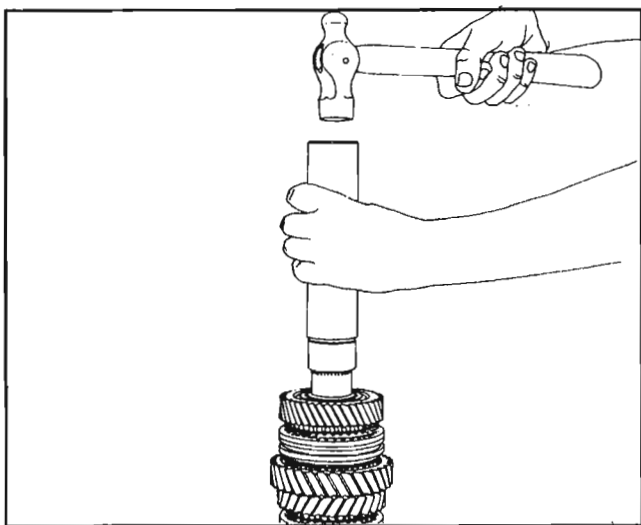

Fig. 65
Instale el casquillo (25) con la ayuda del mandril N° 2654 5890 35 11. *Fig. 65*